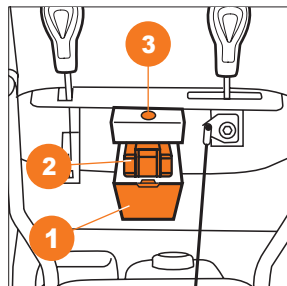

Рис. 11
- Убедитесь в верном расположении аккумулятора и его контактов установите аккумулятор 2 в разъем, закройте крышку 1 и зафиксируйте её саморезом. При верном подключении загорится подсветка кнопки старта 3 (Рис. 11).
- Модель **DASC 8080** запустите двигатель при помощи электрического стартера от аккумулятора 21В (Рис. 11).